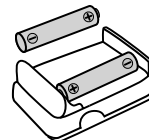
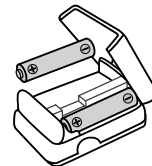

рис. 3
рис. 4
2. Вставьте две элемента питания типа AAA в отсек для элементов питания, соблюдая полярность, как показано на схеме (рис. 3 для MD300C21C, рис. 4 для MD300C33).